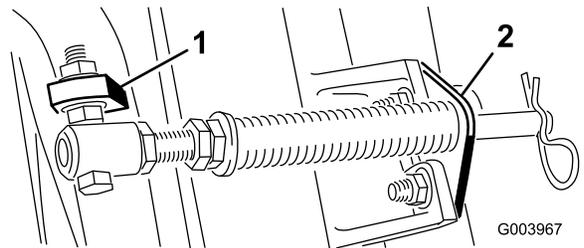

图6
C. 将弹簧管栓安装到承载架的另一个凸耳上，并使用凸缘螺母固定。螺栓头朝向凸耳外侧，如图6所示。
D. 使用车身螺栓和螺母将杆支架固定到滚刀组凸耳上（图6）。